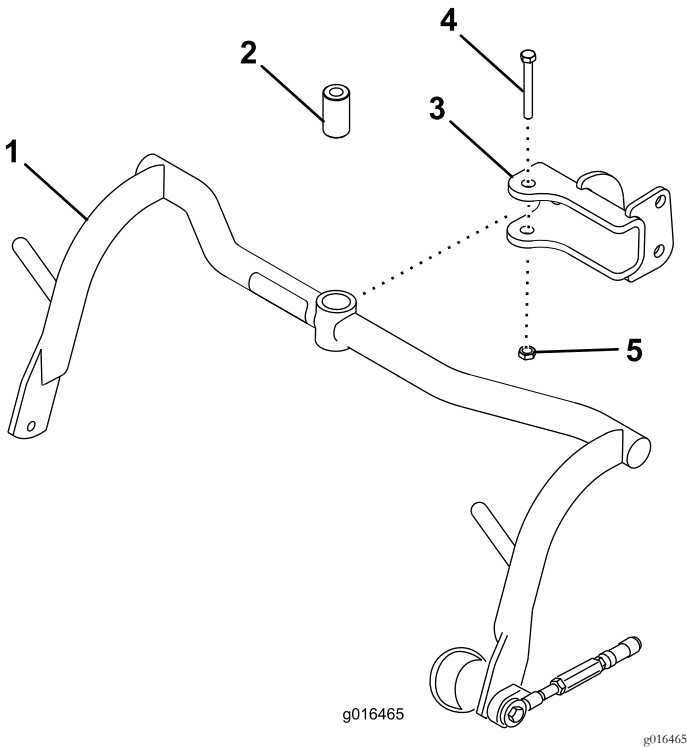

图8
1. 用隔片、螺栓 ½ x ¾ 英寸和锁紧螺母 ½ 英寸将承载架组件安装到各个 U 形销上请参阅图8。上紧扭矩至 91113N·m。